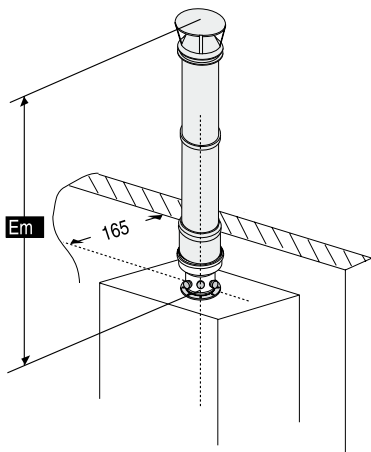

Рис. 11
– конструкция С32 (согласно ЧСН ЕН 483) приведена на рис. 11.